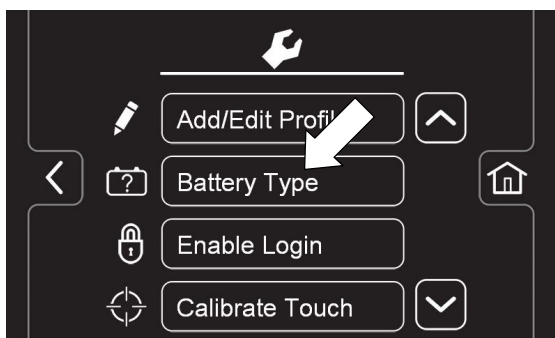

ABB. 122
4.  Drücken Sie die Taste Batterietyp, um den in der Maschine installierten Batterietyp auszuwählen (Abbildung 122).